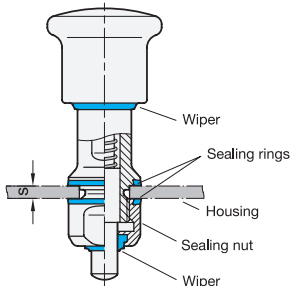

Fig. 1
- Defekte Dichttringe müssen ausgetauscht werden (Abb. 1). Verwenden Sie nur die speziellen Dichttringe in entsprechender Größe (GN 7600).
Der Abstreifer (Abb. 1) kann nicht ausgetauscht werden. Deshalb ist der Rastbolzen bei auftretenden Beschädigungen, Rissen oder Versprödungen des Abstreifers auszutauschen. Bei einem beschädigten Abstreifer der Mutter, ist diese ebenfalls auszutauschen. Verwenden Sie nur das entsprechende Ersatzteil-Set.
- The correct installation position must therefore be observed (Fig. 1).
- Attention must be paid to the corresponding clamping length to ensure correct sealing (Fig. 1).
- The installation position as seen in Fig. 1 guarantees that liquids will run off on their own.